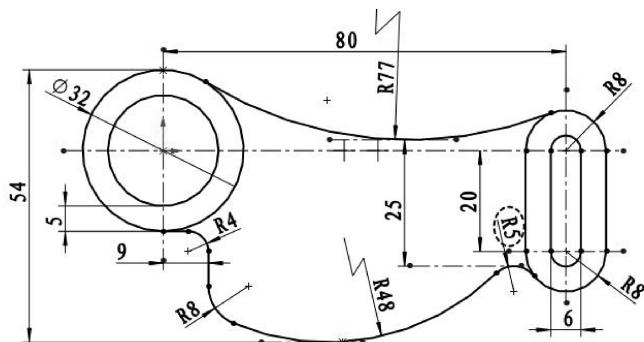

图 2-123 修剪圆
- 修剪 $\varnothing 10$ 圆, 并重新尺寸约束修剪后的圆弧, 如图 2-123 所示。